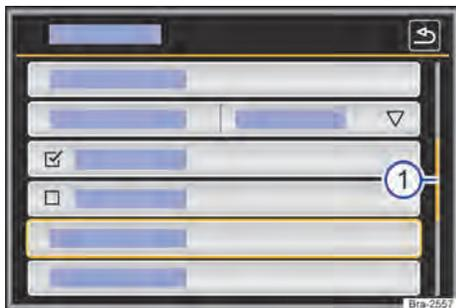

Fig. 112 Representação esquemática: entradas da lista no menu de configurações.
As entradas de lista podem ser acessadas pelo toque direto no display ou por meio do botão de rolagem → Fig. 112 ④.
Se em uma exibição de lista houver mais registros selecionáveis do que podem ser visualizados, são mostradas superfícies de função para a rolagem ou uma barra de rolagem à direita na imagem → Fig. 112 ①.